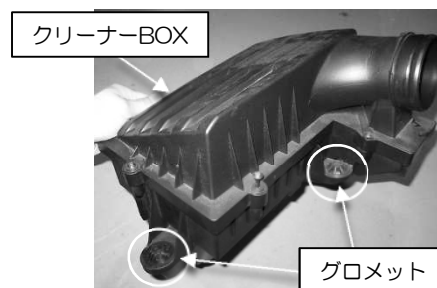

図 4
- 4) サクションホースのクランプを緩めておき、クリーナーBOX を車両より取り外します。図 4 参照